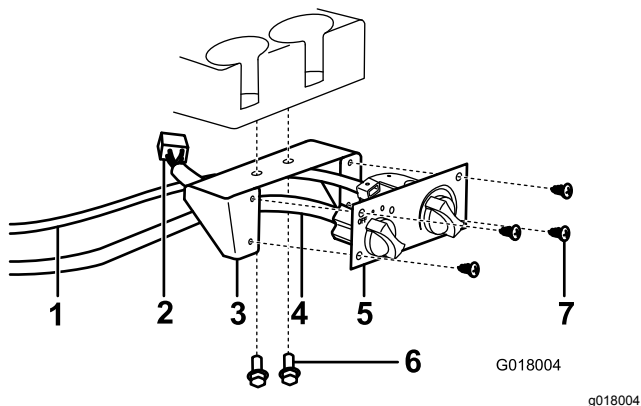

Figura 23
- Fissate il supporto del comando del riscaldatore al cruscotto sotto i portabicchieri con 2 bulloni a testa flangiata e dadi (Figura 23).
cablaggio preassemblato bianco al riscaldatore (Figura 23).
- Fissate il comando del riscaldatore al relativo supporto utilizzando 4 viti per lamiera (Figura 23).